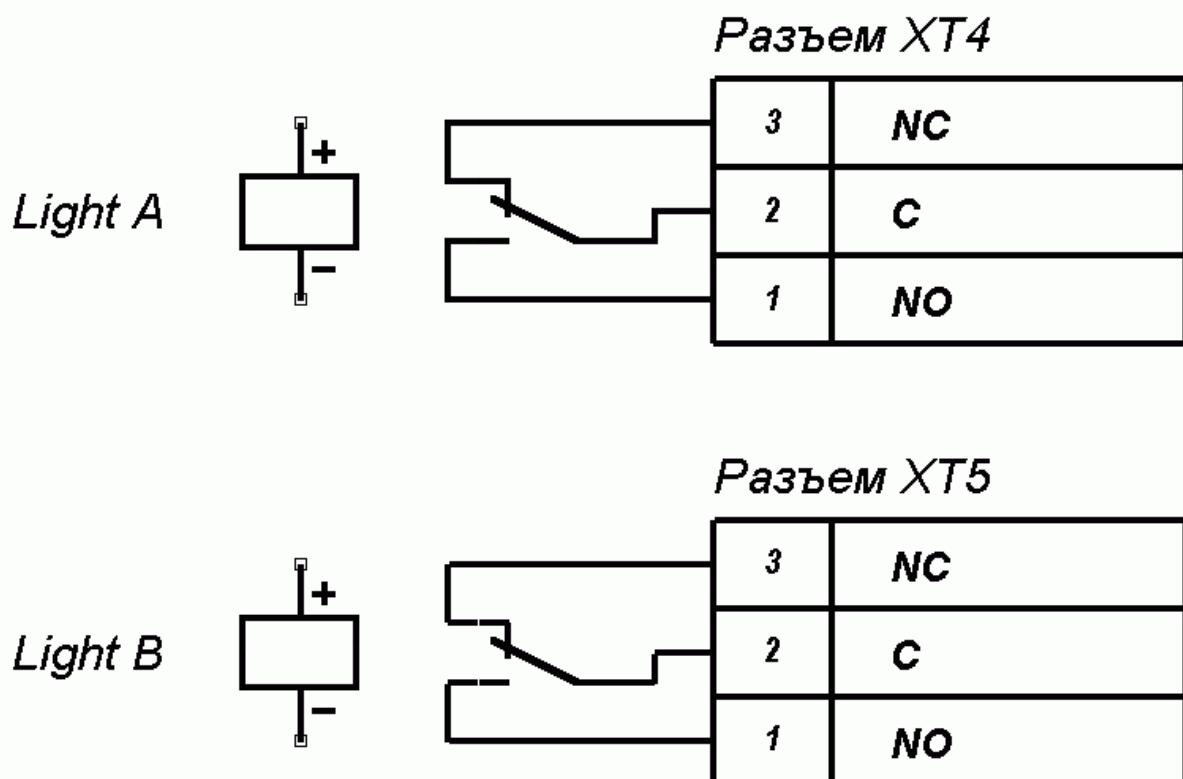

Рисунок 7 – Выходные каскады для Light A и Light B
5.10.1 Информационные световые индикаторы подключаются на клеммные колодки "XT4" (Light A) и "XT5" (Light B). При этом реле Light A (Light B) активизировано (на его обмотку подано напряжение), когда горит соответствующий данному направлению прохода световой индикатор зеленая стрелка, а красный световой индикатор погашен. Реле Light A (Light B) нормализовано (на его обмотку напряжение не подано), когда соответствующий данному направлению прохода красный световой индикатор горит, а световой индикатор зеленая стрелка погашен. Факт срабатывания/отпускания реле Light A и Light B можно определить по загоранию/гашению красных индикаторов, которые установлены вблизи указанных реле (см. рисунок 2). Выходные каскады для Light A и Light B — перекидные контакты реле (см. рисунок 7) со следующими характеристиками сигналов: